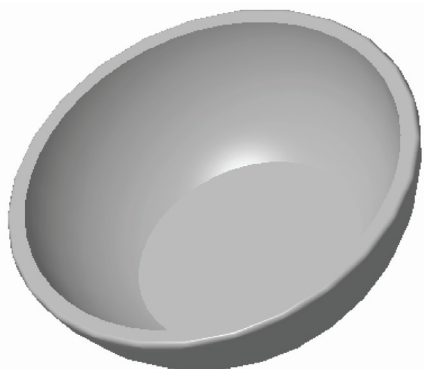

图 6-19 创建旋转切除特征
STEP 10 执行上述操作后，单击“完成”按钮，即可创建旋转切除特征，效果如图 6-19 所示。